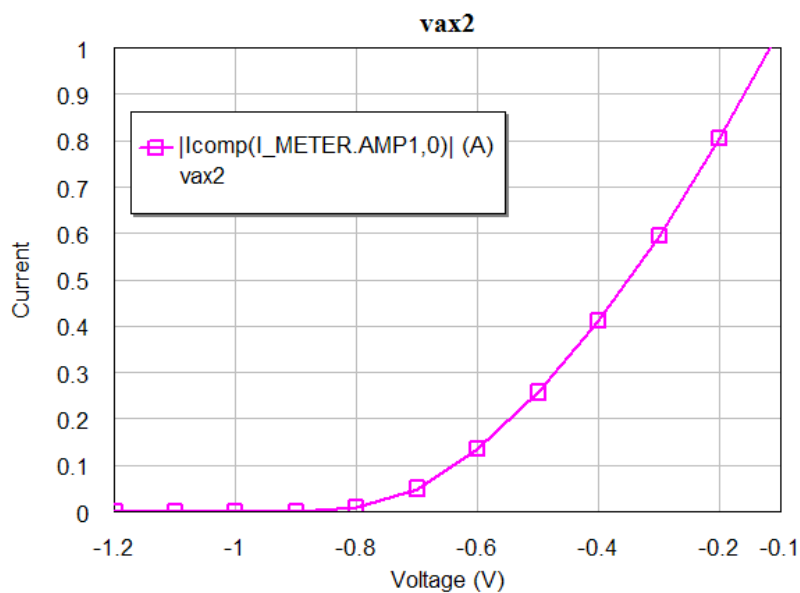

Рис. 4.6. Результаты расчета проходной ВАХ транзистора
5.6.1. Для этого выбрать команду «Analyze» в меню «Simulate». График с расчетными характеристиками появится на экране (см. рис. 4.6).